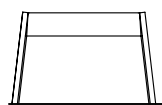

図5-2 寸法以上のイメージ
- 図5-2のように間口下端(※2)の寸法が許容範囲を超えて広がった場合は、シャッター耐風圧性能が低下して、シャッターがレールから外れるおそれがあります。